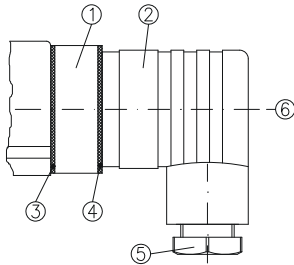

Abb. 7
- ↪ Lösen Sie die Zentralschraube ⑥ M3x35 und ziehen Sie die Leitungsdose ② vom Gerätestecker ① (⇒ Abb. 7). Entfernen Sie die Zentralschraube ⑥ aus der Leitungsdose ②.